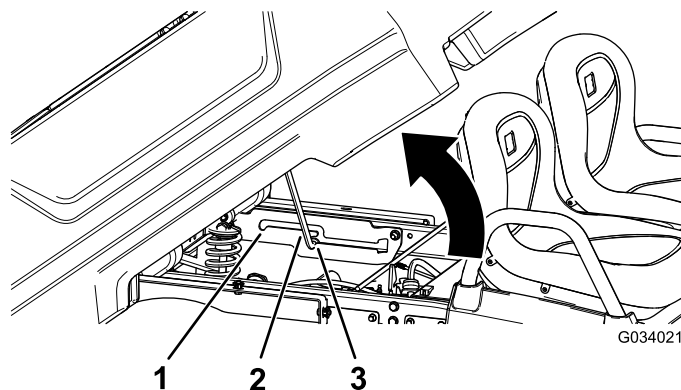

Рисунок 15
2. Введите опорную стойку в паз с фиксацией, удерживающий кузов в положении разгрузки (Рисунок 15).
2. Введите опорную стойку в паз с фиксацией, удерживающий кузов в положении техобслуживания (Рисунок 15).
2. Вытяните опорную стойку из паза с фиксацией (Рисунок 15).